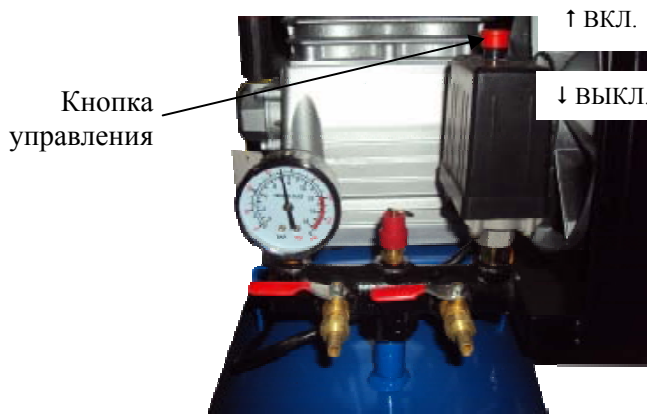

Рис. 4
- (1) Установите компрессор на ровную горизонтальную поверхность в чистом, сухом, хорошо проветриваемом месте, защищенном от воздействия атмосферных явлений. Интервал температур окружающей среды +5...+35°C. Напряжение в электросети может отличаться от номинального значения не более чем на 5%.
- (2) После снятия упаковки убедитесь в целостности агрегата, отсутствии следов ударов и механических повреждений, проверьте комплектность. Установите колеса и резиновые прокладки, если они не были установлены. Установите воздушный фильтр, если он не был установлен.
- (3) Уровень масла должен быть в пределах красного кружка на масломерном окошке.
- (4) Рекомендуемое компрессорное масло: **LOTOS SIGMUS L-DAB 100 («зимнее»)** или **L-DAB 150 («летнее»)** или аналогичное.
- (5) Откройте выпускное отверстие, потяните кнопку на датчике давления воздуха (рис.4), дайте поработать компрессору в течение 10 минут на холостом ходу, чтобы компрессорное масло попало на все подвижные части. Закройте выпускное отверстие для эксплуатации в нормальном рабочем режиме.